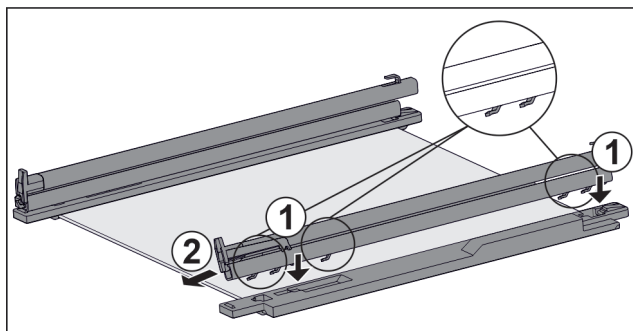

Fig. 57 Glashylla med skenor och fästdelar
- Sätt på skenans krok på den **vänstra** fästdelens öppningar. Fig. 57 (1)
- Dra skena framåt. Fig. 57 (2)
- Sätt på skenans krok på den **högra** fästdelens öppningar. Fig. 57 (1)